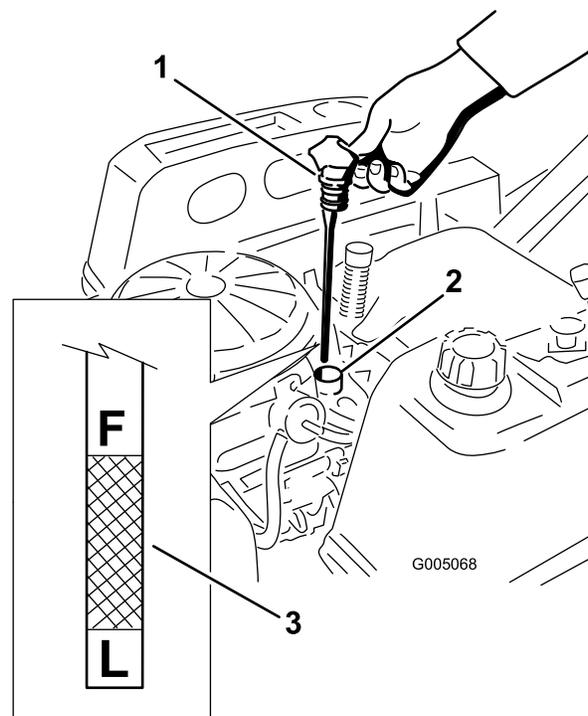

Figura 25
4. Retire el tapón de llenado/varilla de aceite y límpiolo. Vuelva a colocar la varilla y empuje firmemente para asentarla en su lugar (Figura 25).
5. Retire la varilla y compruebe el nivel de aceite (Figura 25).
8. Abra la válvula de vaciado de aceite para que se drene el aceite (Figura 27). Retire el tapón de llenado/varilla (Figura 25).
15. Vierta lentamente un 80% aproximadamente de la cantidad especificada de aceite por el tubo de llenado (Figura 25).
16. Coloque firmemente el tapón de llenado/varilla (Figura 25).
17. Compruebe el nivel de aceite (Figura 25); consulte Verificación del nivel de aceite.
19. Coloque firmemente el tapón de llenado/varilla (Figura 25).